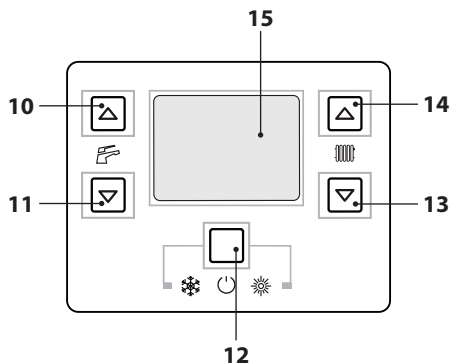

Рисунок 2.3
- Нажать и удерживать в течение 2 секунд кнопку 12, пока на дисплее не появятся символы  и , см. (Рисунок 2.3).